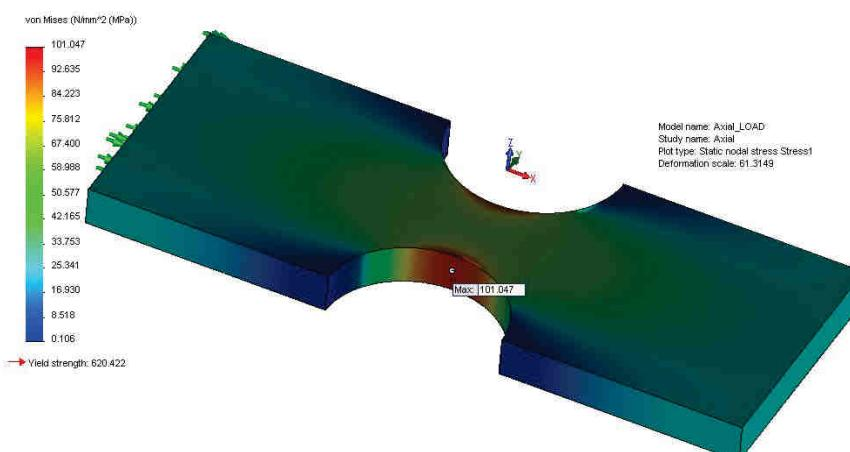
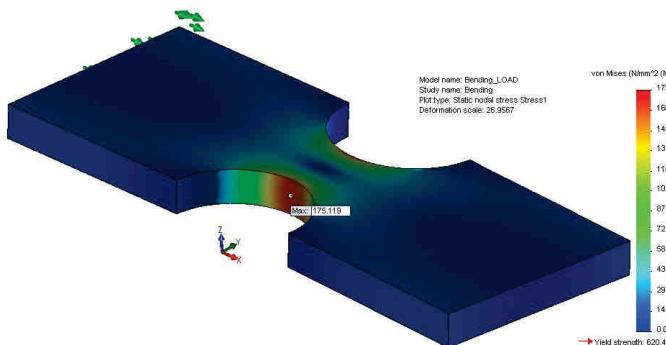

Fig. 10.11
Fig. 10.12
- Prin dublu click pe ramura **Stress1 (vonMises)** se va activa afișarea distribuției de tensiuni VonMises, fig. 10.11 pentru întindere respectiv fig. 10.12 pentru încovoiere.
- The VonMises stress distribution will be displayed with double click on **Stress1 (vonMises)** branch, fig. 10.11 for tensile load and fig. 10.12 for bending load.